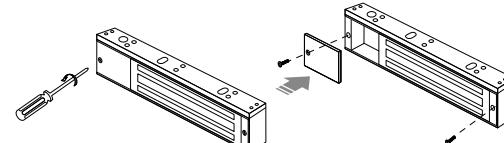

Рис. 5 Подготовка замка DL280 к установке
- Только для замка DL280: открутите крестовой отверткой 2 винта на фронтальной стороне замка. Снимите крышку для доступа в отсек с клеммной колодкой для подключения. См. рис.5.